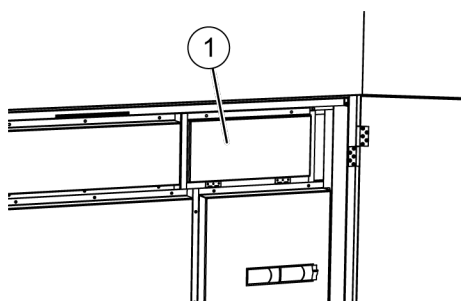

Abb. 105: Deckel öffnen
7. ➔ Die 2 Befestigungsschrauben des Deckels (Abb. 105/1) herausschrauben.